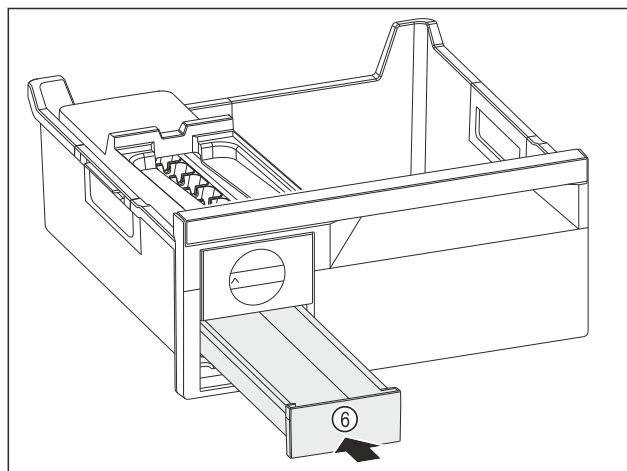

Fig. 148
- Skjut in iskublådan Fig. 148 (6).